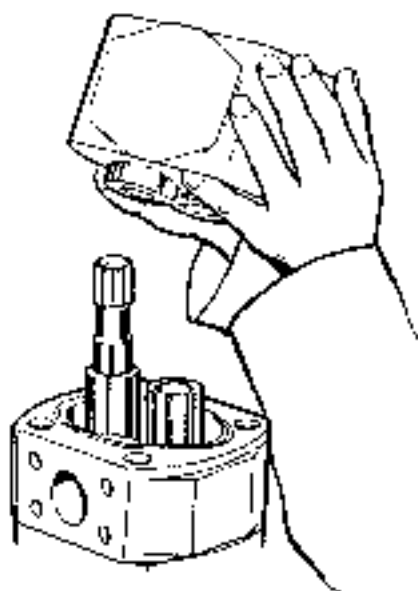

Fig. 11
7. Remove drive gear (3) and idle gear (4).
8. Remove bearing case (2). (Fig. 11)
8. ベアリングケース(2)を外す。(Fig. 11)